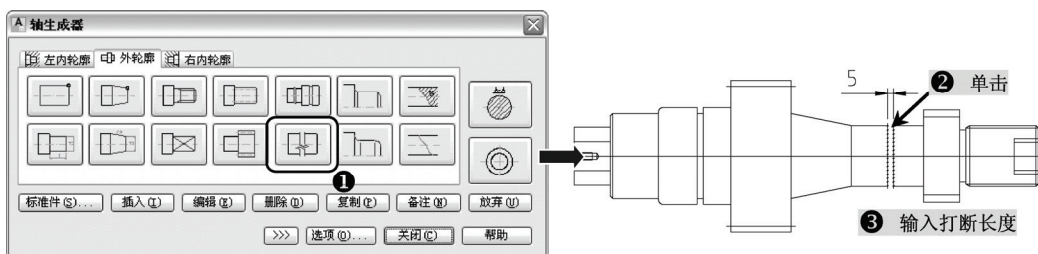

图 11-86 打断操作
16) 在上一步返回的“轴生成器”对话框中,在“外轮廓”选项卡中选择“打断”工具按钮,单击选择“ $\Phi 50 \times 60$ ”轴上要打断的地方,输入打断长度“5”,返回到“轴生成器”对话框,如图 11-86 所示。